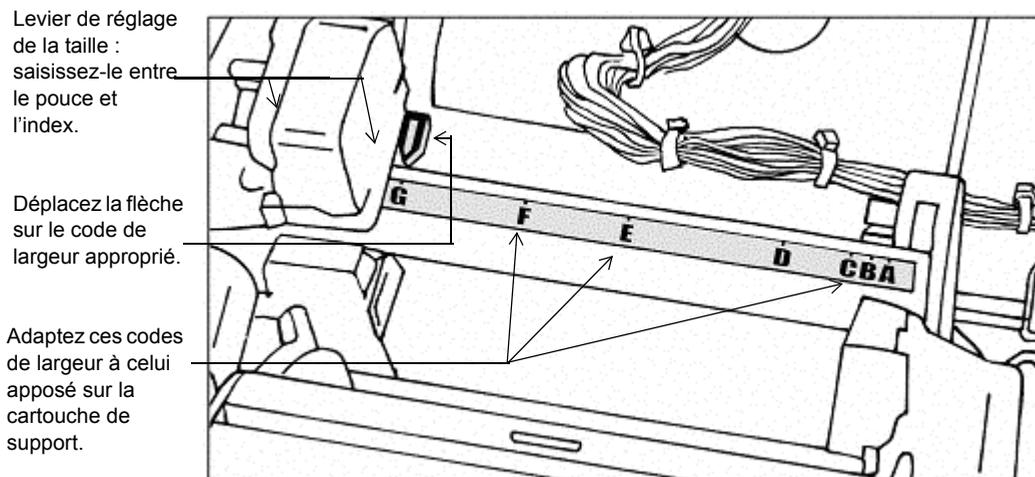
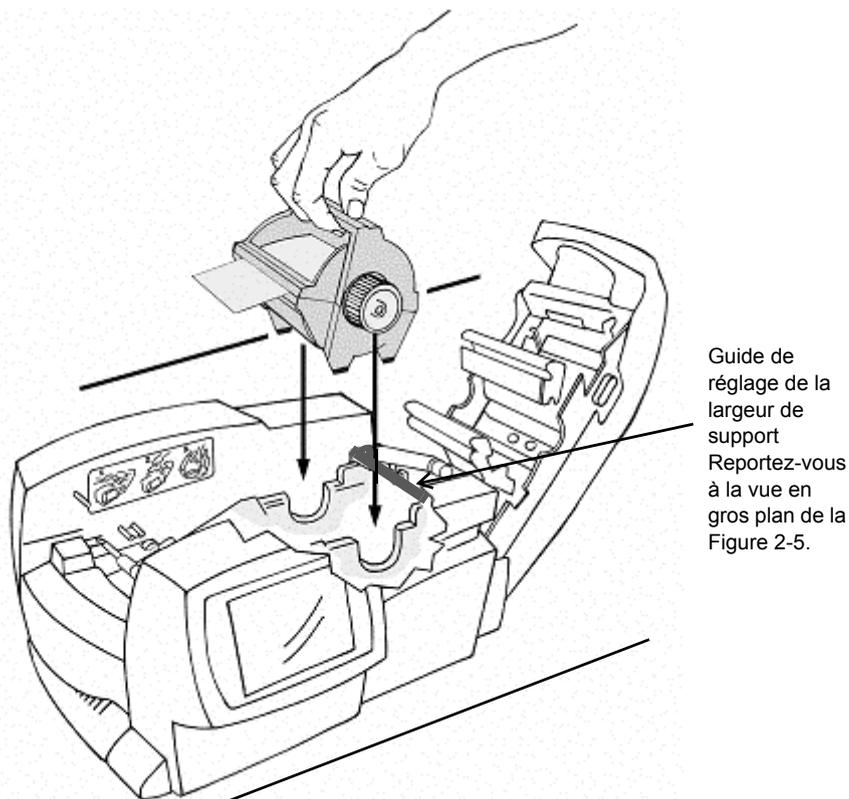

Figure 2-5. Guide de réglage de la largeur de support
Figure 2-6. Installation d'une cartouche de support
La Figure 2-5 présente les guides de réglage de la largeur de support à rayures à l'intérieur de l'imprimante tandis que la Figure 2-6 illustre sa position dans l'imprimante.
- Etape 3 :** Tenez la cartouche par la poignée, en orientant les pieds vers le bas et parallèlement à l'imprimante, comme illustré à la Figure 2-6. Assurez-vous que le support dépasse de la cartouche.